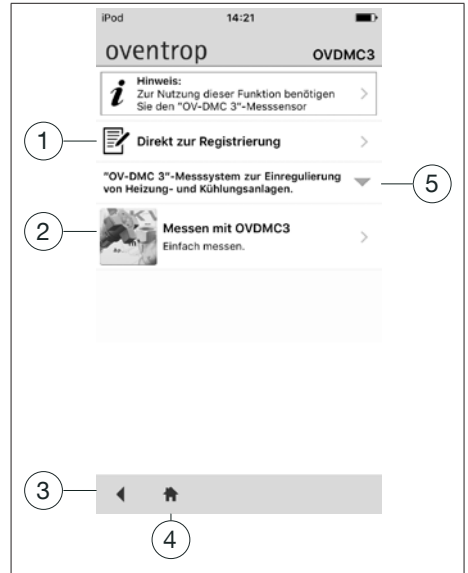

Fig. 2: «OV-DMC 3»
- ▷ Le menu «**OV-DMC 3**» s'ouvre. (voir Fig. 2 en page 18)